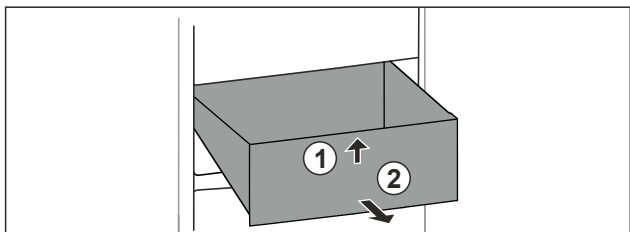

Fig. 71
- ▶ Levantar el cajón por delante. Fig. 71 (1)
- ▶ Extraer el cajón hacia adelante. Fig. 71 (2)